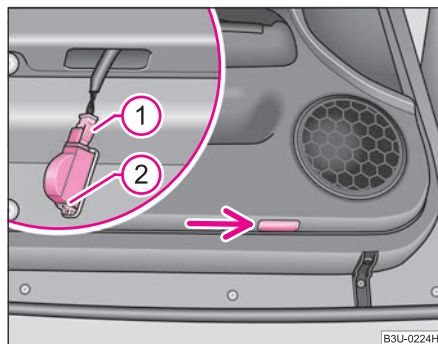

Fig. 210 Parte inferior de puerta: Luz de umbral
- Introduzca un pequeño destornillador en la ranura junto a la lámpara ⇒ fig. 210 y saque la lámpara apalancando con cuidado.
- Retire el enchufe (1).
- Retire a presión el seguro por resorte de la cubierta (2) y extraiga la cubierta.